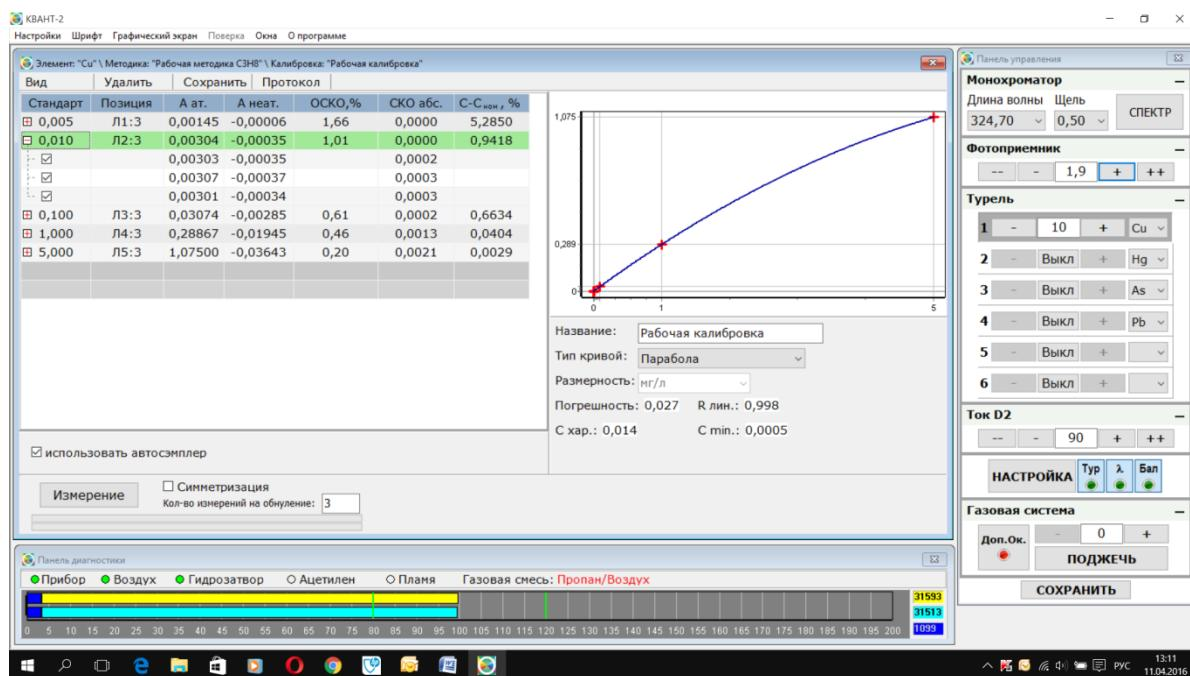

Рис. 14 Результат построения калибровки
5. Провести замеры стандартных растворов рис.14.